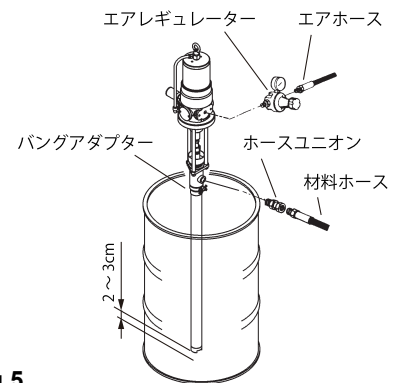

Fig.5
- 2) バングアダプターにポンプを差込み、ポンプの下端(フートバルブ部)がドラム缶の底に当たったら、2~3cm ポンプを持ち上げてポンプのフートバルブとドラム缶の底との間に隙間をとり、バングアダプターの蝶ネジを締めてポンプを固定してください。(Fig.5)